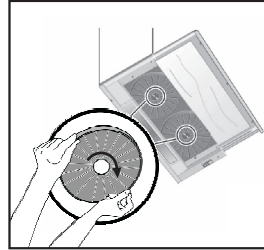

Fig. 6 : FILTRE A CHARBON AF 100
3. Placez le filtre à charbon dans son emplacement. Fig. 6
4. Tournez le filtre à charbon dans le sens des aiguilles d'une montre, assurez-vous que cela entre parfaitement. Fig. 6